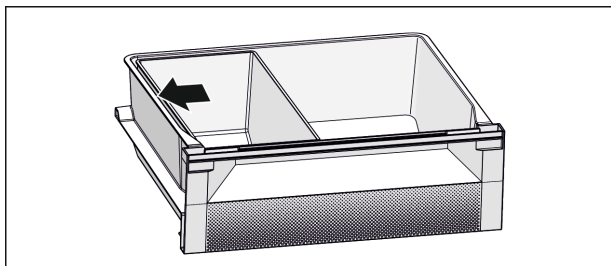

Fig. 6
- ▶ Ustawić przegrodę Fish & Seafood. W przedstawionej pozycji zachowana jest optymalna funkcja chłodzenia (patrz Fig. 6).